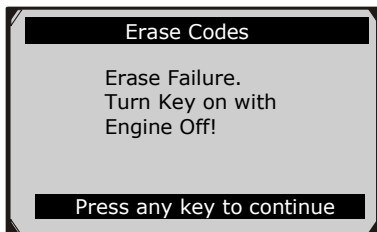

Figura 5.9
- Si los códigos no se borran, entonces un "**Fracaso en Borrar Girar llave con motor apagado!**" mensaje se aparece. (Figura 5.9)